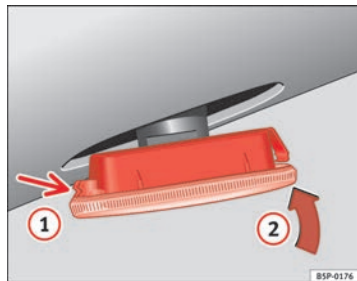

Fig. 197 Intermitente lateral
- Coloque el intermitente en primer lugar en el orificio de la carrocería, encajando las pestañas ⇒ fig. 197, flecha ①.
- Encaje la lámpara como indica la flecha ② ⇒ fig. 197. ■